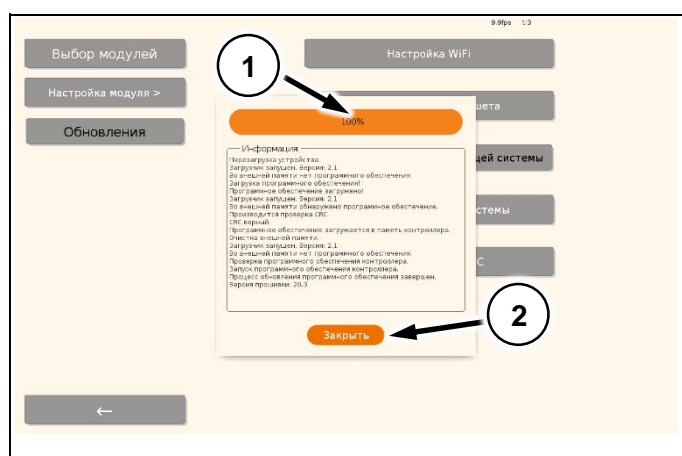

Рис. 18
2. Ждем пока шкала индикации не станет **100%** (Поз.1) (Рис. 18).
3. Нажимаем «**Закреть**» (Поз. 2) (Рис. 18).
2. Ждем пока шкала загрузки не станет **100%** (Поз.1) (Рис. 18).